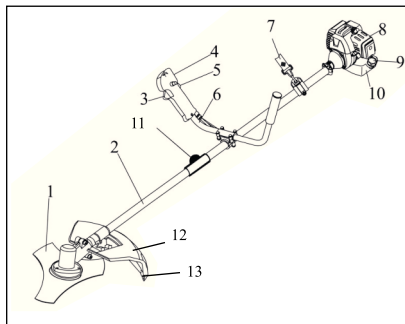

рис. 1
5.1 Общий вид бензокосы схематично представлен на рис. 1
6.1.1 Возьмите правую и левую части рукоятки **6** (рис.1) и установите на штангу гибкого вала **2** (рис.1)
Внимание! Перед работой, не забудьте снять с ножа ограничителя длины лески **13** (рис. 1) защитный чехол. Соответственно, по окончании работы наденьте чехол обратно.